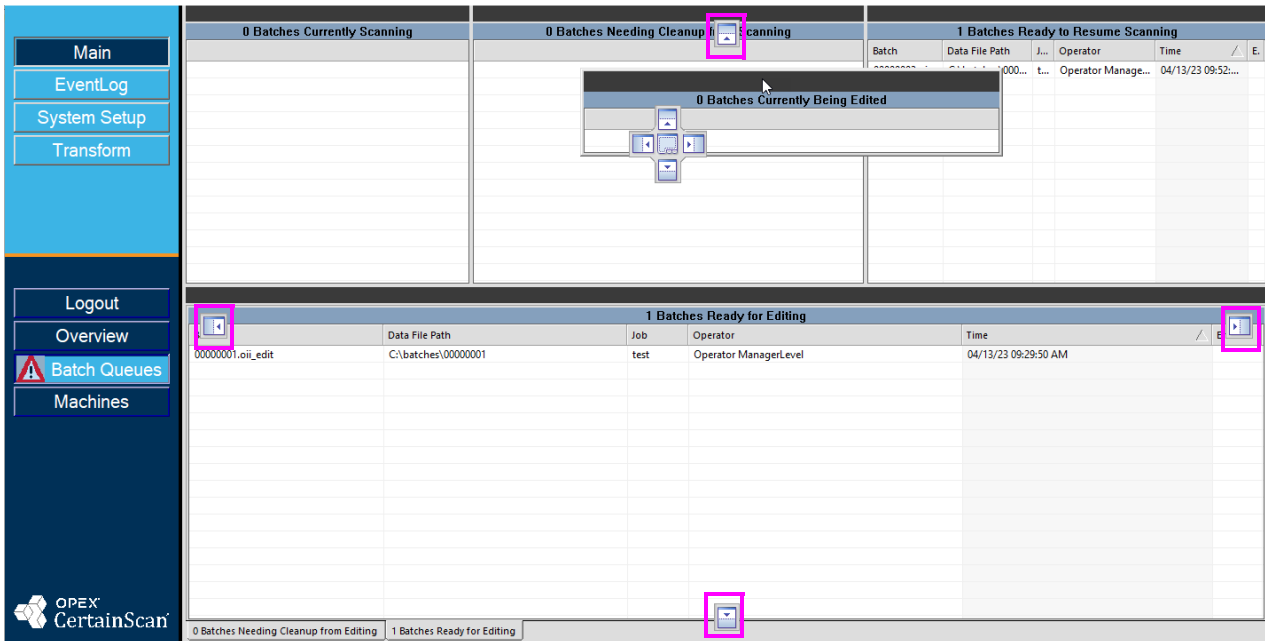

Abbildung 2-33: Individuelle Positionstools
2. Beim Bewegen des Cursors erscheinen die einzelnen Positionswerkzeuge (Abbildung 2-33).